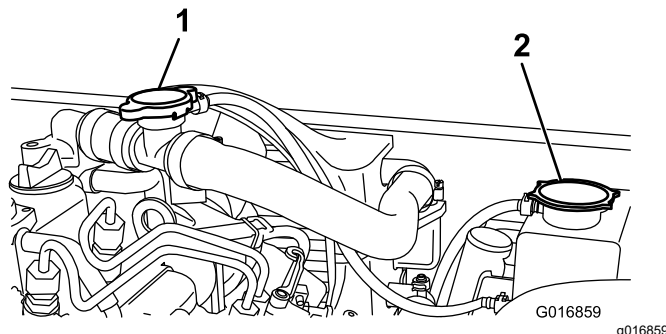

Рисунок 49
2. Снимите крышку расширительного бачка радиатора (Рисунок 49).
2. Снимите крышку заливной горловины (Рисунок 49) и залейте охлаждающую жидкость.
3. Установите крышку заливной горловины и снимите крышку расширительного бачка радиатора (Рисунок 49).